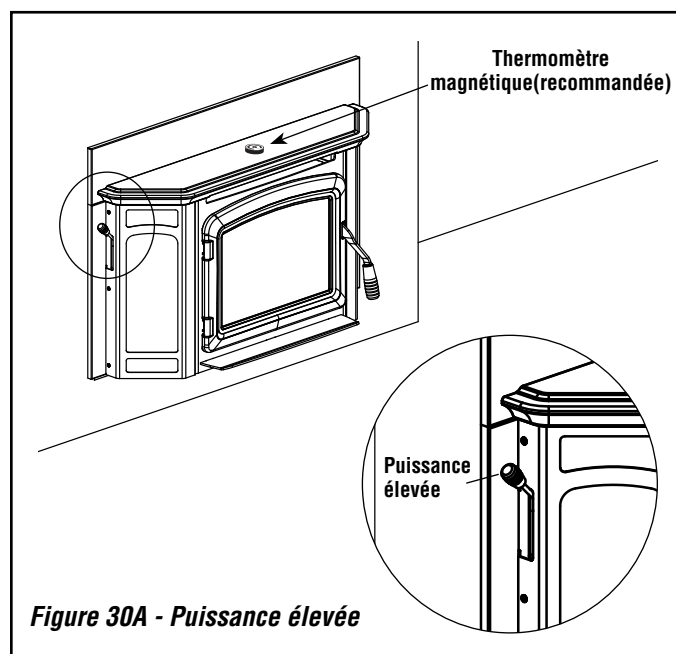

Figure 30A - Puissance élevée
5. Lorsque l'on opère un appareil au bois, il est important de se familiariser avec l'utilisation du registre d'entrée d'air de l'appareil afin de voir son impact sur la température de l'appareil et la chaleur dégagée. L'utilisation d'un thermomètre pour poêle à bois est recommandée afin de savoir si l'appareil ne surchauffe pas et si on brûle le bois avec le maximum d'efficacité. Placé le thermomètre sur le dessus de l'appareil tel qu'indiqué à la **figure 30A**. Faire une lecture de la température à toutes les 15 minutes approximativement jusqu'à ce que vous soyez familier avec le rendement de votre appareil. Fermer le registre complètement si la température excède 400 degrés, ce qui indiquerait que l'appareil surchauffe.